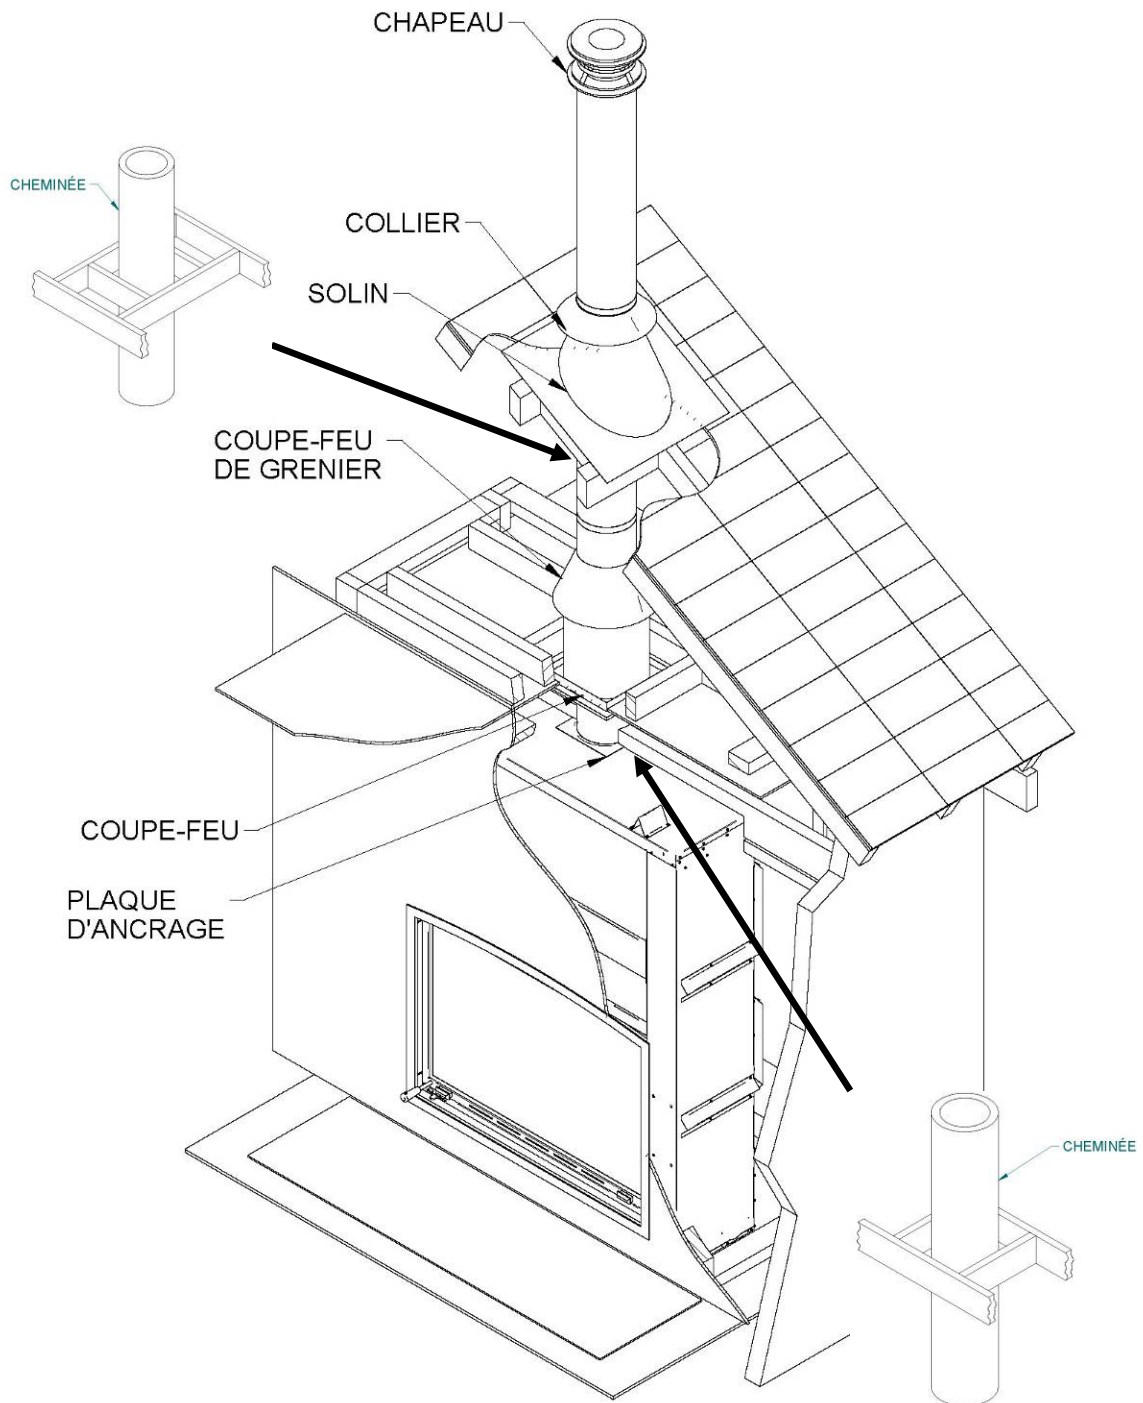

Figure 30
2. En vous plaçant sous le plafond, installez un coupe-feu fourni par le fabricant de la cheminée à chaque étage où passera la cheminée. Placez-vous dans le grenier, pour installer un coupe-feu de grenier (voir **Figure 30**).
3. En suivant les instructions du fabricant de cheminées, placez la première section de cheminée sur le foyer. Pour toutes les cheminées, vous devez utiliser une plaque d'ancrage fournie par le fabricant de la cheminée avant d'installer la première section de cheminée (voir **Figure 30**). Continuez à installer des sections de cheminée en vous assurant de verrouiller chaque section en place selon les instructions du fabricant de cheminées. Généralement, il est recommandé de sécuriser les sections de cheminée avec trois (3) vis à métaux de 1/2" (12 mm).
5. Placez ensuite le solin de toit et scellez le joint entre le toit et le solin avec du goudron à toiture (voir **Figure 30**). Sur un toit en pente, insérez le solin sous le bardeau supérieur et par-dessus les bardeaux inférieurs. Clouez le solin en utilisant du clou à bardeau.